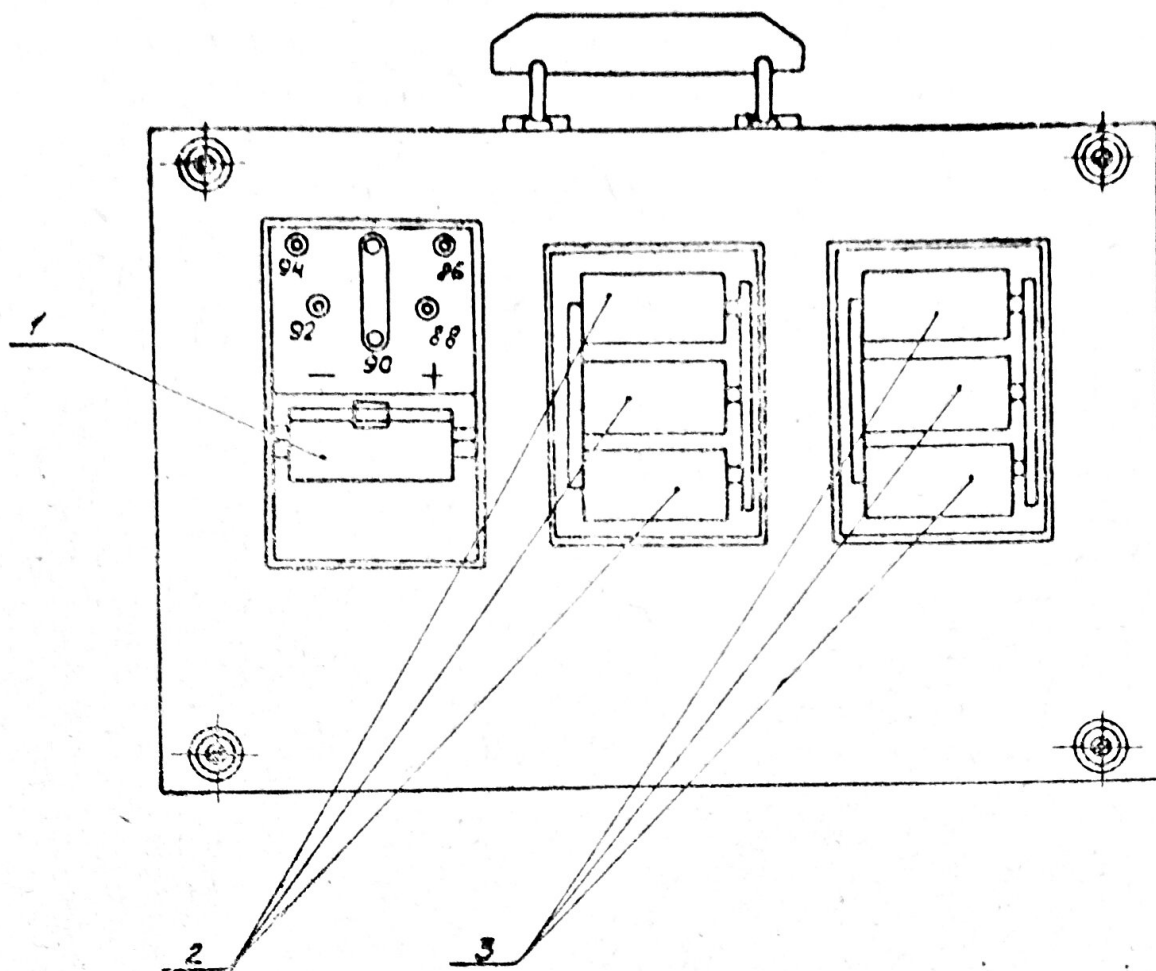

Рис. 2.
**Пример.** Значение э.д.с. нормального элемента равно 1,0190 в — перемычка должна быть установлена между центральным токовыводом и токовыводом «90» (см. рис. 2).
б) две кассеты с внутренним источником питания (6 гальванических элементов) (рис. 2).